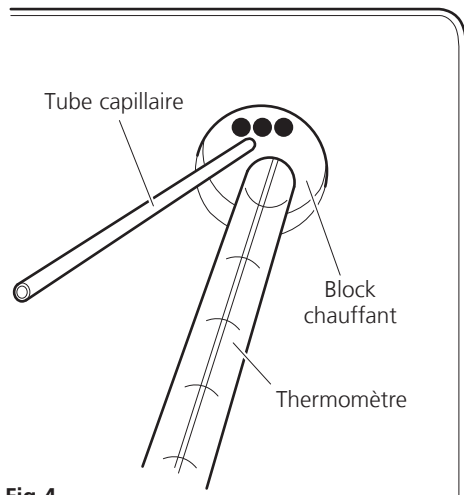

Fig 4
3. Insérer le capillaire dans le côté du bloc chauffant dans les trous prévus (voir Fig. 4). 3 capillaires maximum peuvent être insérés en une seule fois.